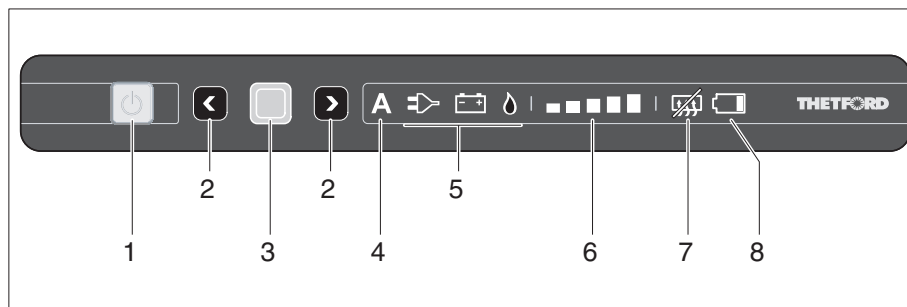

Bild 323 Reglage/knappar och indikeringsselement för kylskåpet (Thetford utan SES)
- Tryck på knappen (Bild 323,1). Knappen lyser grönt. Tryck på knappen igen för att visa de aktuella inställningarna.
- Tryck på knappen (Bild 323,1) och håll den inne. Alla lampor slocknar.
Om den automatiska driften väljs lyser indikeringen för automatisk drift (Bild 323,4) och den bästa tillgängliga källan (Bild 323,5) på manöverpanelen.
- Tryck på bekräftelseknappen (Bild 323,3) och håll den intryckt. Symbolerna för driftlägen (Bild 323,5) börjar blinka.
- Välj gasdrift med urvalsknapparna (Bild 323,2) och bekräfta valet med bekräftelseknappen (Bild 323,3).
- Välj 230 V-drift med urvalsknapparna (Bild 323,2) och bekräfta valet med bekräftelseknappen (Bild 323,3).
- Välj 12 V-drift med urvalsknapparna (Bild 323,2) och bekräfta valet med bekräftelseknappen (Bild 323,3).
- Tryck på bekräftelseknappen (Bild 323,3) igen. Kylnivåindikeringen (Bild 323,6) börjar blinka.
- Välj önskad kylnivå med urvalsknapparna (Bild 323,2) och bekräfta valet med bekräftelseknappen (Bild 323,3).